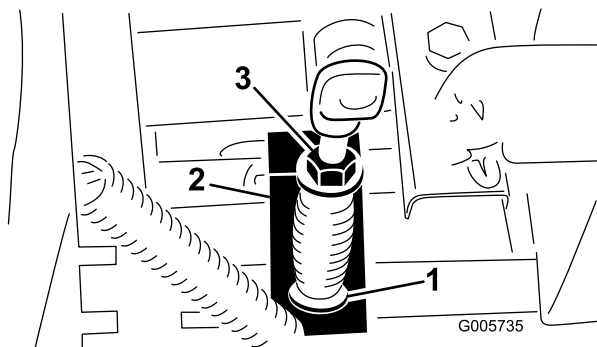

Figura 68
4. Para ajustar, sujete la cabeza del tornillo de ajuste con una llave inglesa (debajo del brazo actuador de la TDF) y gire la contratuerca (Figura 68).
3. Mida la longitud del muelle de la TDF entre las arandelas planas (Figura 68). La longitud debe ser de 81 mm.